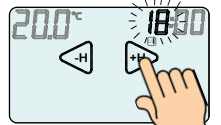

Fig. 3
**ORA:** tramite i tasti  $\triangle -H$  o  $\triangle +H$  impostare l'**ORA** corretta (Fig.3).